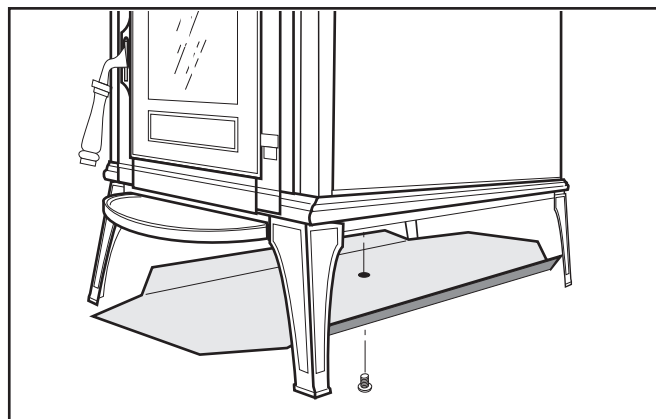

図27 ボトムヒートシールドの取り付け。
1. 1/4-20x3/8"ネジを、ストーブの底にある中央の突起から外してください。(図27)